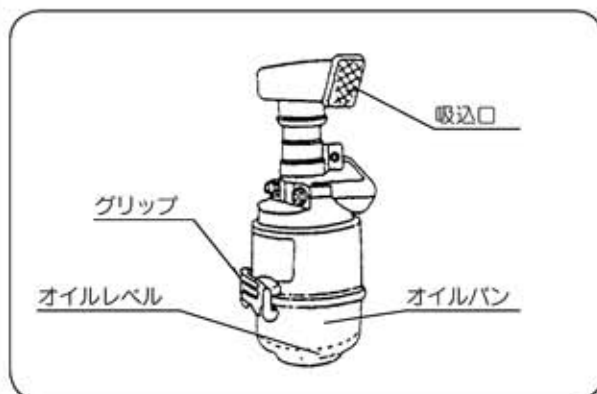

図34
- ②ミッションケース下部にある排油口ボルトを取外して汚れたオイルを流し出してください。(図34)
- ① グリップを外し、オイルパンおよびエレメントを取外してください。(図34)
- ② オイルが不足しているときは、オイルレベルまで補充してください。汚れがひどいときにはオイルパン・エレメント共、白灯油で洗浄しエレメントはエンジンオイルに浸し滴下しない程度に振り切ってください。(図34・35)
- ④ エアクリーナーの吸込み口をホコリの少ない方向(ハンドル側)に向けてください。(図34)